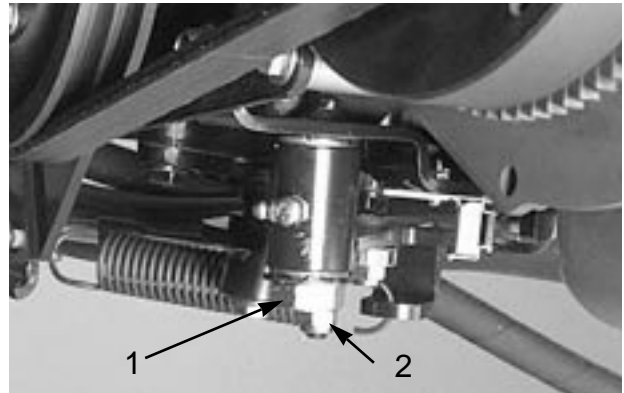

図 55
3. トラクション調整カムのロックナット（図55）をゆるめる。